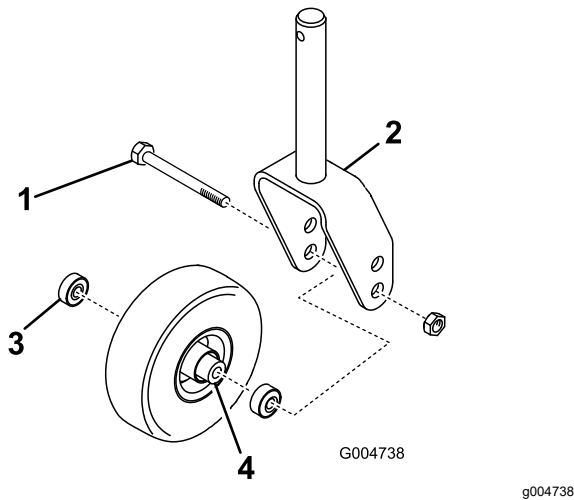

Bild 24
1. Entfernen Sie die Sicherungsmutter von der Schraube, mit der das Laufrad an der Gabel befestigt ist (**Bild 24**).
3. Entfernen Sie das Lager aus der Radnabe und lassen das Lagerdistanzstück herausfallen (**Bild 24**).